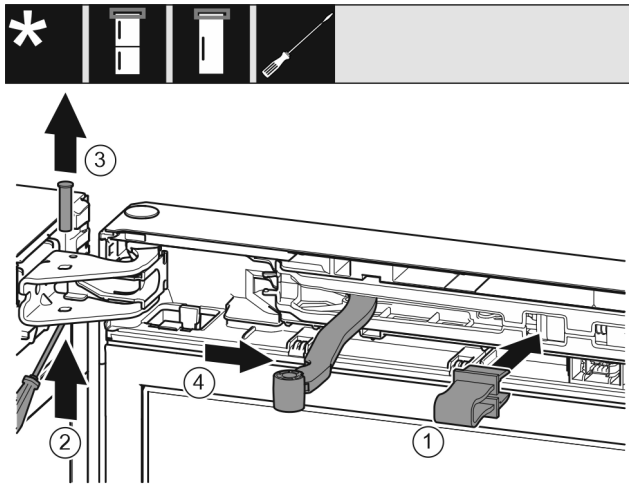

Fig. 9
- ▶ Varovalo zataknite v odprtino. Fig. 9 (1)
- ▶ Sornik potisnite ven z izvijačem. Fig. 9 (2)
- ▶ Sornik izvlecite v smeri navzgor. Fig. 9 (3)
- ▶ Zglobni del zavrtite v smeri vrat. Fig. 9 (4)